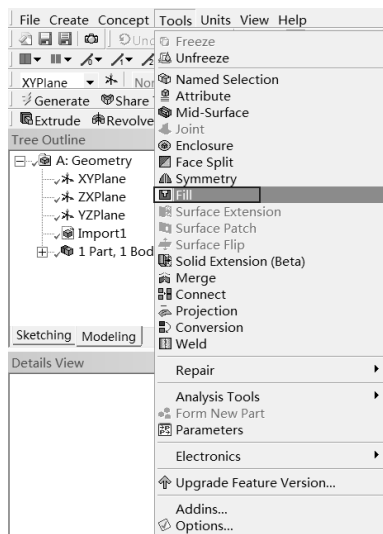

图 2-66 Fill 命令
Step4：选择 Tools Fill 命令，如图 2-66 所示，此时会在模型树中出现一个 Fill 命令。